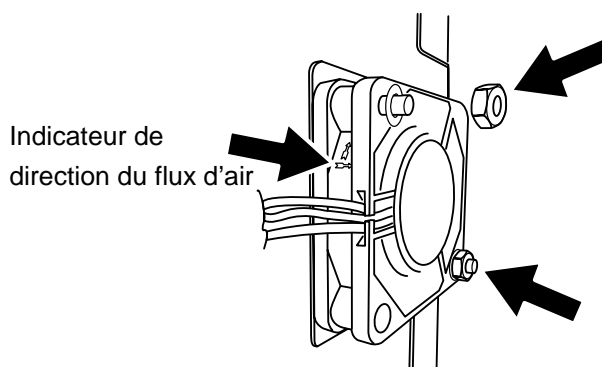

Figure 10.2.1d Remplacement du ventilateur
2. Vérifiez la bonne orientation (figure 10.2.1d) et mettez en place le nouveau ventilateur sur les plots, et fixez-le avec les fixations déposées au cours de l'étape 1. Assurez-vous que l'indicateur de direction du flux d'air pointe vers l'intérieur de l'appareil.